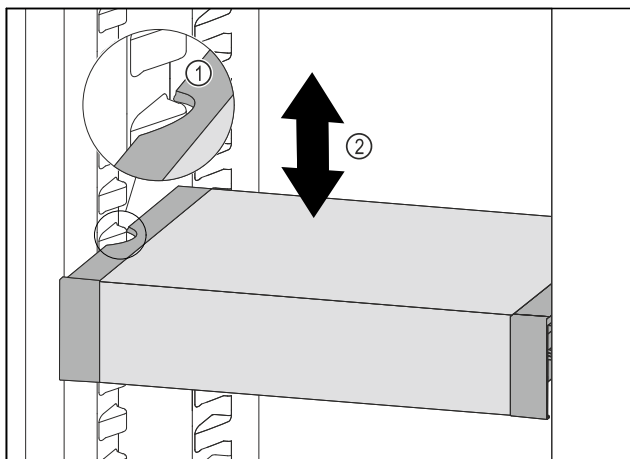

Fig. 217
- Táhněte VarioSafe dopředu, dokud nebudou boční vybrání VarioSafe na úrovni žebrování na nádoby v chladničce. Fig. 217 (1)
- Posouvejte VarioSafe v chladničce nahoru nebo dolů, dokud nedosáhnete požadované výšky. Fig. 217 (2)